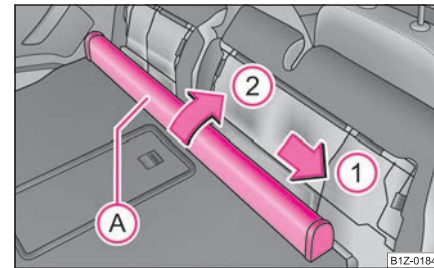

Fig. 89 Scaunele din spate: Carcasa peretelui despărțitor
- Împingeți carcasa peretelui despărțitor (A) ⇒ fig. 89 în sensul săgeții (1) și scoateți-o din spătarul scaunelor din spate în sensul săgeții (2). ►